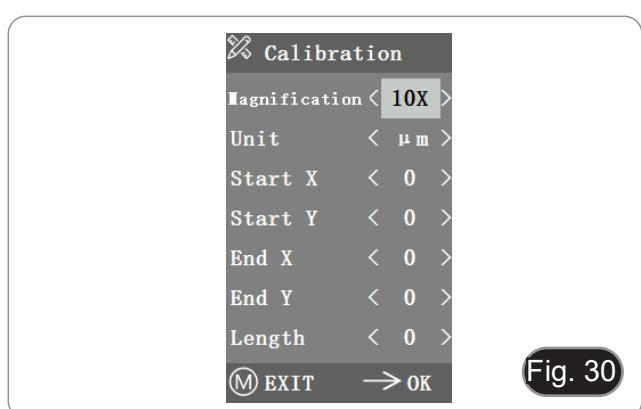

Fig. 30
- Après être entré dans le menu Calibration, la boîte de dialogue de la Fig. 30 apparaît.